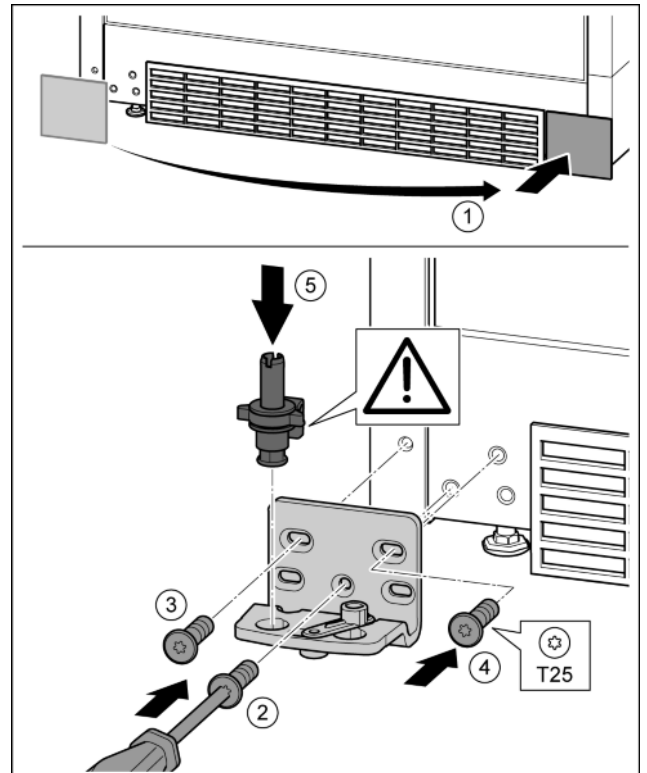

Fig. 17
- ▶ Abdeckung abnehmen und auf der anderen Seite anbringen. *Fig. 17 (1)*
- ▶ Lagerbock auf der anderen Seite ansetzen und mit Hilfe eines Schraubendrehers T25 anschrauben. Mit Schraube 2 unten in der Mitte beginnen. *Fig. 17 (2)*
- ▶ Schraube 3 und 4 festschrauben. *Fig. 17 (3, 4)*
- ▶ Lagerbolzen komplett einsetzen. Dabei darauf achten, dass der Rastnocken nach hinten zeigt. *Fig. 17 (5)*